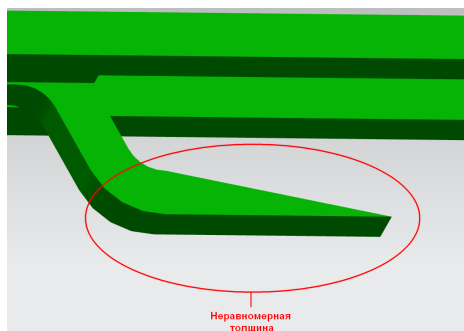

Рис. 1.66. Неравномерная толщина листового тела
- неравномерная толщина листового тела (рис. 1.66);